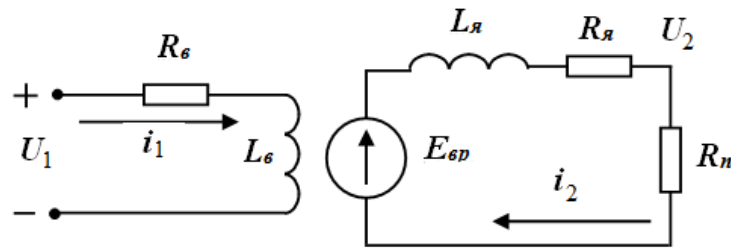

Рис. 3.2. Эквивалентная схема
1. Составить эквивалентную электрическую схему (рис. 3.2).